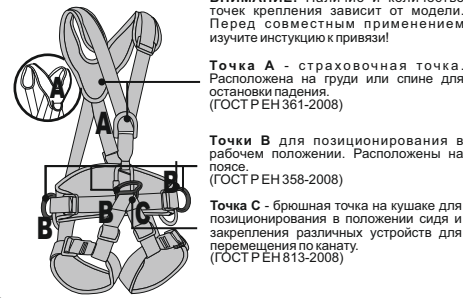

Рис. 5. Использование страховочного стропа (с амортизатором рыбка)
- подсоединять строп с амортизатором к точкам для позиционирования (рис. 5, в);